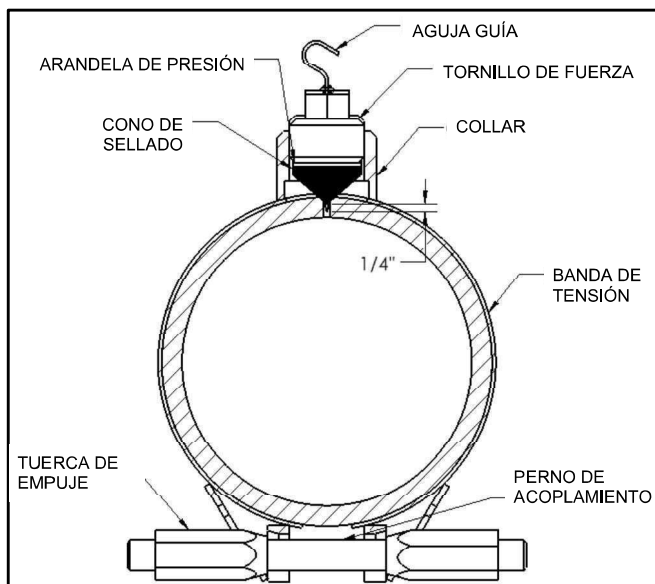

Figura 1
1. Retire el protector de la punta de la aguja guía y ajuste esta última para que sobresalga aproximadamente 1/4 pulgadas (6.4 mm) más allá del cono del sello. Ajuste el tornillo de fuerza hasta que la punta del cono del sello quede al ras con la superficie interior de la abrazadera "PLIDCO Smith+Clamp" como se muestra en la Figura 1.
8. Apriete el tornillo de fuerza a un valor de par de apriete de 70 a 80 pies-libras (o 95 a 109 Nm). El conjunto completo debe verse como se muestra en la Figura 1 o 2, menos la aguja guía.